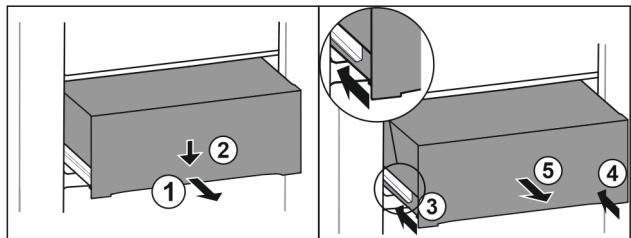

Fig. 128
- ▶ Wyciągnąć szufladę do połowy. Fig. 128 (1)
- ▶ Popchnąć szufladę z przodu w dół. Fig. 128 (2)
- ▶ Wsunąć lewą szynę o ok. 2 cm. Fig. 128 (3)
- ▶ Wsunąć prawą szynę o ok. 2 cm. Fig. 128 (4)
- ▶ Wyjąć szufladę do przodu. Fig. 128 (5)